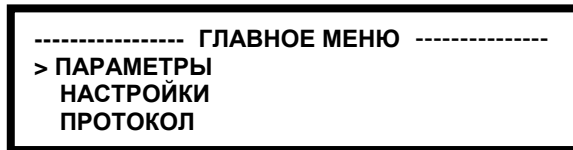

Рис. 2 Главное меню контроллера
2.4.5 При включении контроллера, в течение 1,5 с, включается главное меню (Рис. 2).